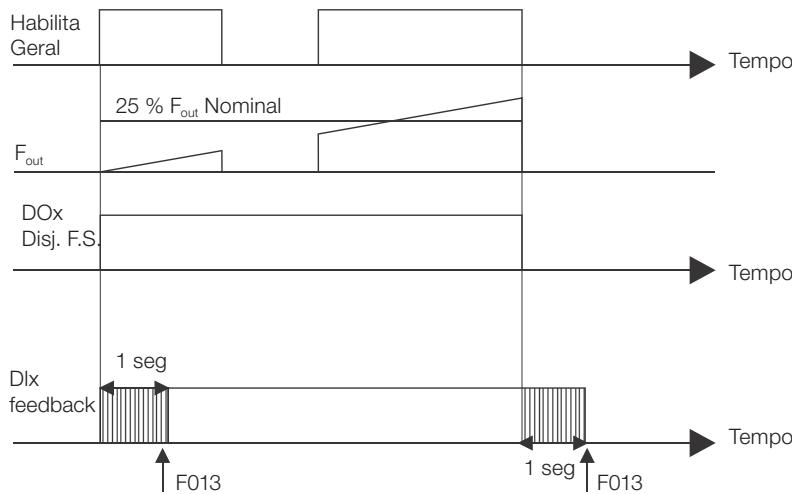

Figura 11.39: (a) a (m) - Detalhes sobre funcionamento das funções das entradas digitais
- A fim de melhorar o grau de proteção da função de abertura do disjuntor do filtro senoidal foi criada uma nova função para DI do feedback de abertura. Esta DI aguarda 1 segundo após o sinal de fechamento do disjuntor e depois deste tempo começa a monitorar o sinal de retorno. Caso ocorra algum erro neste dispositivo de fechamento a falha F013 é acionada. O diagrama da Figura 11.39 na página 11-66 descreve o funcionamento desta nova função. Para detalhes sobre a falha F013, consultar Capítulo 14 SOLUÇÃO E PREVENÇÃO DE FALHAS na página 14-1.